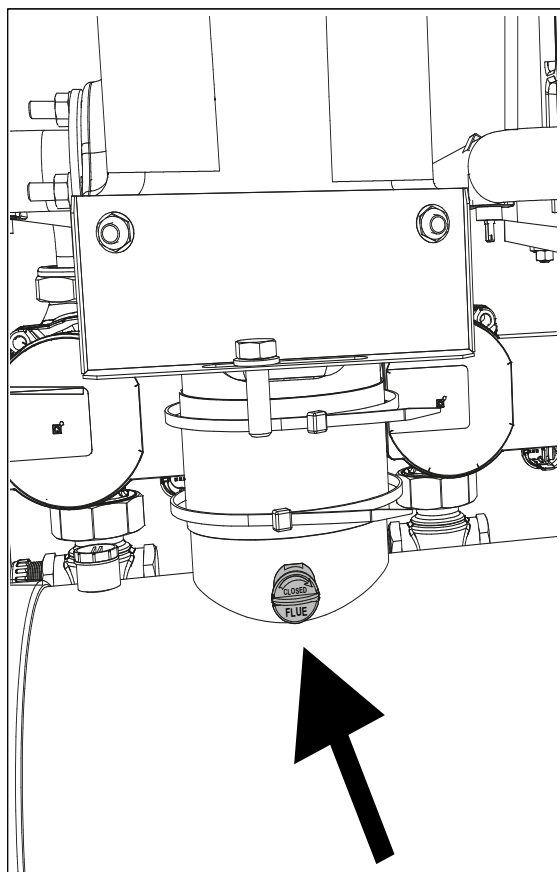

fig. 94- Toma de humos de un módulo
La muestra de humos de combustión se debe obtener introduciendo la sonda del analizador en la toma de humos de cada uno de los módulos (vea fig. 94).
- Introduzca un instrumento de análisis de la combustión en la toma de humos (vea fig. 94).